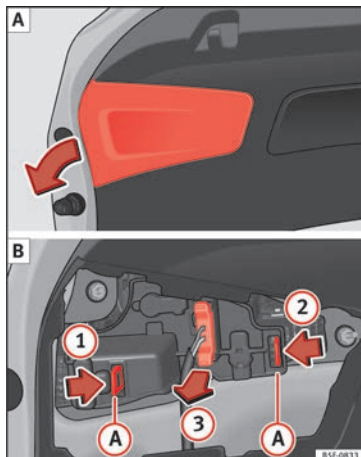

Fig. 114 Rimuovere la copertura del portellone posteriore e smontare il portalamпада.
- Togliere la copertura del portellone nella direzione della freccia » **fig. 114 A**.
- Sbloccare le linguette di fissaggio **A** del portalamпада seguendo la direzione delle frecce **1** e **2** » **fig. 114 B**.
- Estrarre il portalamпада dal proprio alloggiamento nel senso indicato dalla freccia **3** » **fig. 114 B**.
- Rimontare il portalamпада controllando che le clip di fissaggio **A** » **fig. 114** **B** siano installate correttamente.